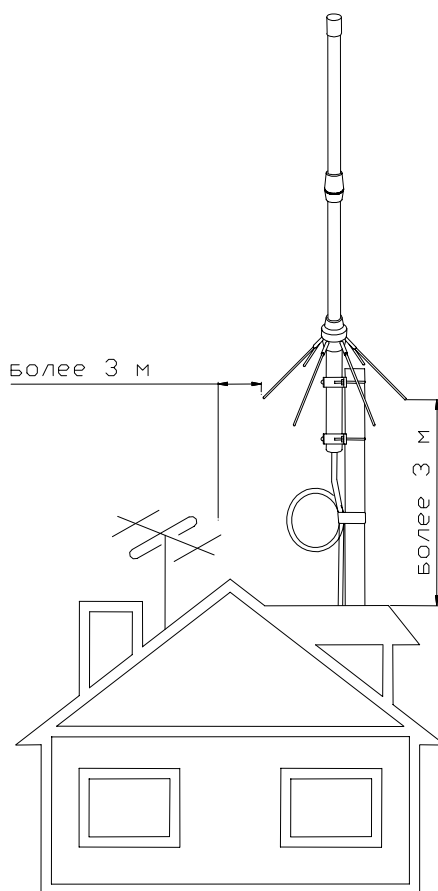

Рис. 2
- Место установки мачты необходимо выбирать так, чтобы любые посторонние предметы находились на расстоянии не менее 3 м от элементов конструкции антенны (см. рис. 2).